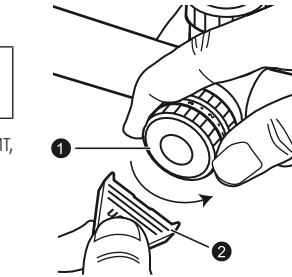

Рис. 3-1
- ① Крепко удерживая диск интенсивности реостата, поверните крышку батарейного отсека ❶ против часовой стрелки с помощью открывающего устройства для крышки батарейного отсека ❷ (Рис. 3-1).